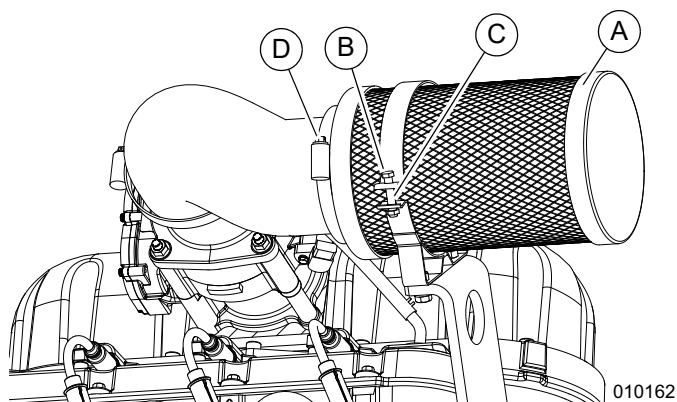

Figure 5-13. Couverture de filtre à air et élément de filtre
1. Voir la Figure 5-13. Retirez l'écrou (B) et le boulon (C) du collier du filtre à air, puis desserrez la bride du coude (D) pour dégager le filtre à air.